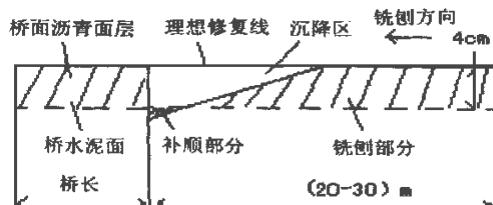

图 2 桥头沉降与处理方法示意图
b. 高速公路的桥台构造物与引道路堤土衔接处通常会产生较大的差异沉降,使得路面形成台阶式显著纵坡变化。(图 2)